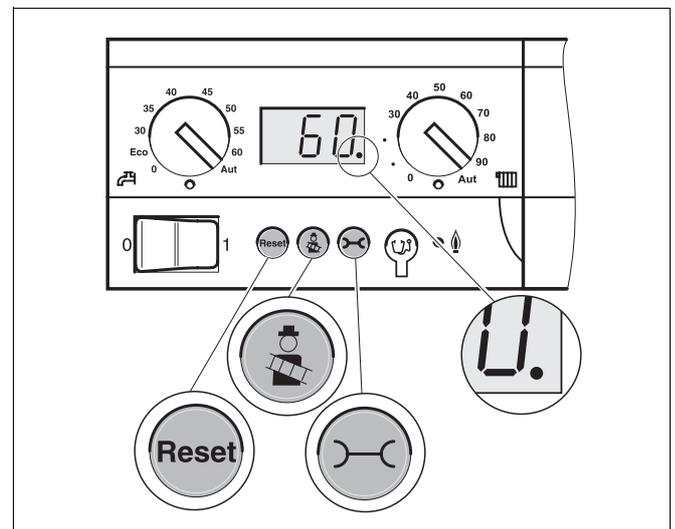

Fig. 49 Dispositivo di controllo base Logamatic BC10
- Premere contemporaneamente i tasti "prova di combustione" e "indicatore di stato" per circa cinque secondi, per attivare la modalità di funzionamento a carico parziale (fig. 49). Sul display viene visualizzato "L --".
- Regolare la caldaia mediante il tasto "prova di combustione" (fig. 49, valori superiori) o il tasto "reset" (fig. 49, valori inferiori) su carico parziale "L60" per le varianti a 18 KW oppure su "L70" per le varianti a 25 KW. Il bruciatore commuta ora al 1 stadio.